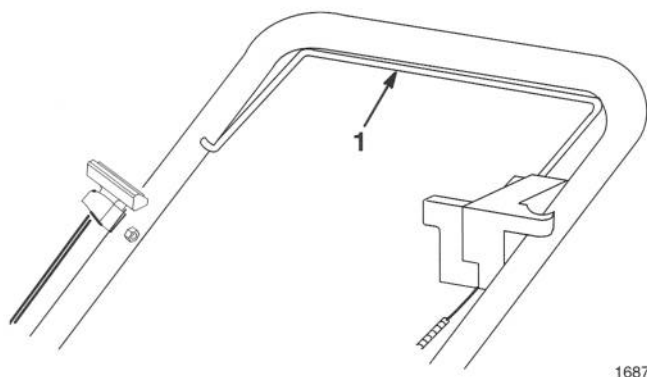

Figure 11
4. Serrer lentement la barre de traction contre le guidon pour engager le mécanisme d'autopropulsion (Fig. 11).